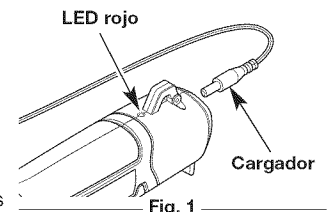

Fig. 1
2. Inserte el cargador en la parte de atrás de la unidad (Fig. 1).
3. Se encenderá el LED rojo (Fig. 1).